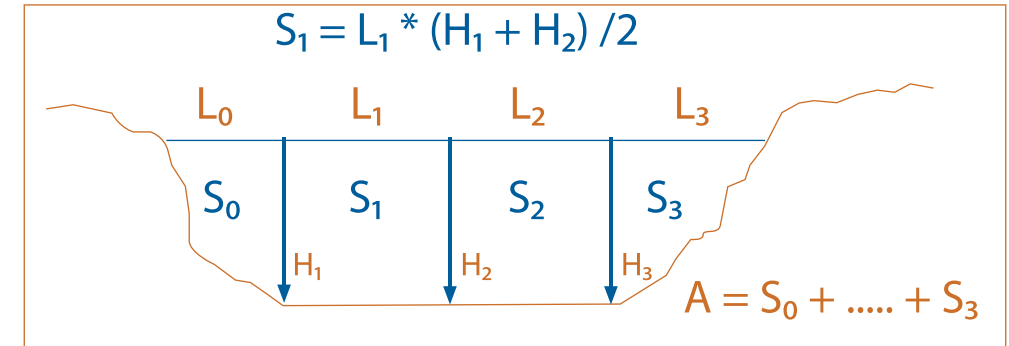

Figura 2. Determinación de la sección de un canal de riego con forma irregular.
- Calcular el área del canal como se indica en la (Figura 2).